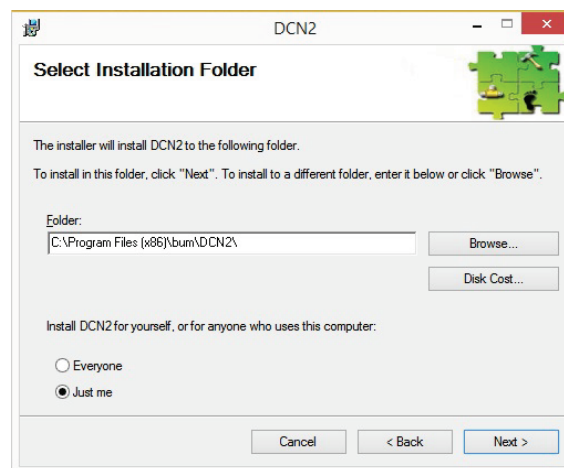

Рисунок 3
2. Выбрать директорию для установки программ (рис. 3). Для определения количества жестких дисков ПК и получения сведений о них использовать кнопку «Disk Cost». Выбрать возможность использования установленных ПС DCN-2: «Everyone» – для пользователя с любой учетной записью ПК, «Just me» – только для пользователя с текущей учетной записью.